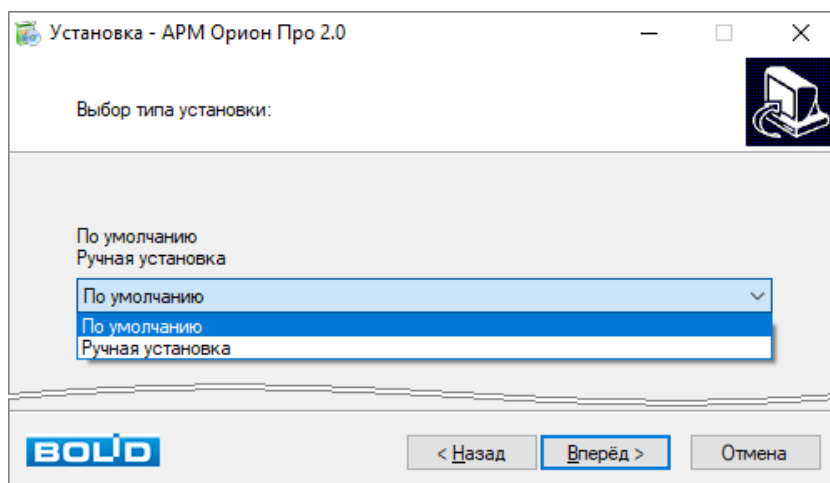

Рисунок 2-36 Выбор типа установки ПО
- 9) На новой странице Мастера установки ПО появится выбор типа установки ПО: «По умолчанию» (этот вариант предполагает установку всех программных модулей и утилит, входящих в ПО) или «Ручная установка» (этот вариант предполагает выбор программных модулей и утилит, входящих в ПО, вручную). Выберите тип установки ПО в выпадающем списке (см. Рисунок 2-36). После выбора типа установки нажмите кнопку «Вперед» для продолжения работы с Мастером установки ПО;